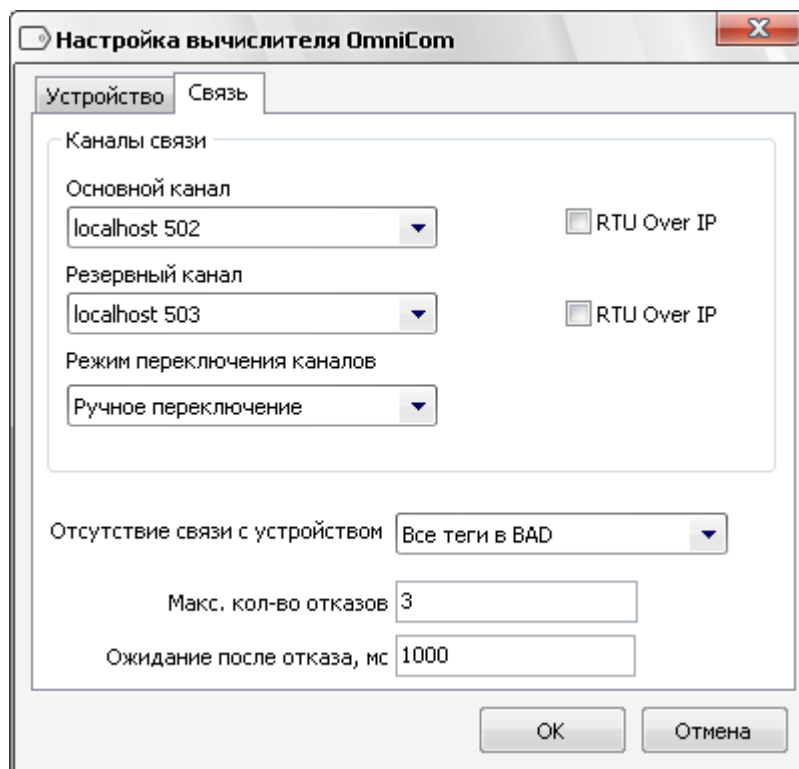

Рис. 10.2 Окно конфигурирования поточного вычислителя Omni «Связь»
- «Прочитать базу параметров». С помощью этой кнопки запускается процедура чтения базы параметров из ИВК «АБАК+». Чтение осуществляется по «Основному каналу», вкладка «Связь» рисунок 10.2. После того как база будет прочитана, её номер добавится в выпадающий список элемента «Текущая версия базы параметров» и будет доступна для выбора. Файл базы параметров представляет собой xml документ, в котором представлен полный список всех параметров ИВК «АБАК+». Файлы баз параметров хранятся в папке «params», которая автоматически создаётся в той же директории, где располагается OPC сервер.